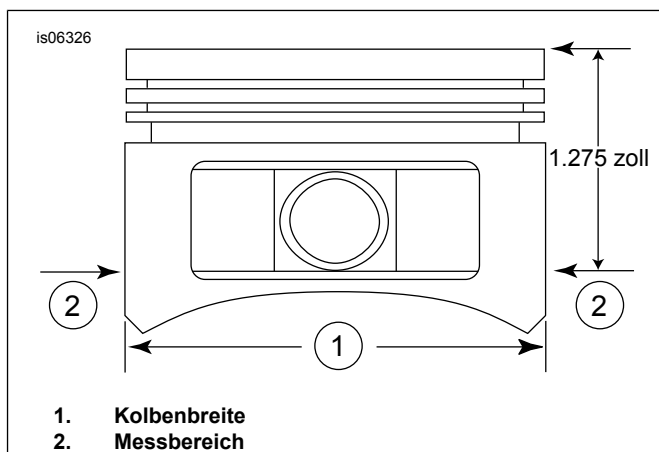

Abbildung 2. Kolbenmessungen
5. Siehe Abbildung 2 >. Die Kolbenbreite (1), 90 Grad horizontal von beiden Seiten des Kolbenbolzenlochs und 1,275 in unterhalb der Kolbenbodenfläche (2) messen. Die Passung zwischen Kolben und Zylinder an dieser Stelle aus Tabelle 6 ablesen.